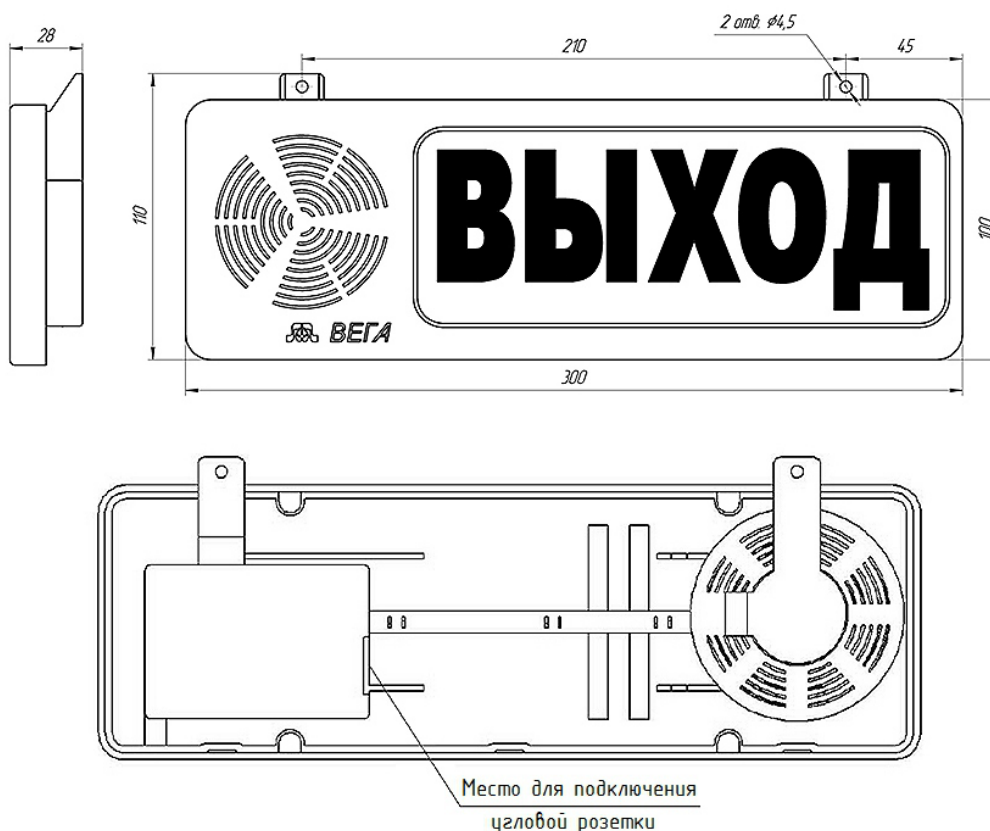

Рисунок 1 – Габаритные и установочные размеры оповещателя
2.1 Габаритные, установочные размеры и внешний вид оповещателей представлен на рис. 1.
3.1 Оповещатель выполнен в корпусе из негорючего материала с установленным лицевым стеклом и со съемной крышкой, крепящейся к корпусу при помощи винтов, один из которых пломбируется заводом-изготовителем. На лицевом стекле нанесена надпись. Содержание надписей, виды сигналов указаны в таблице 1. Для крепления оповещателей в рабочем положении на крышке имеются отверстия. Присоединительные размеры оповещателей приведены на рис. 1.